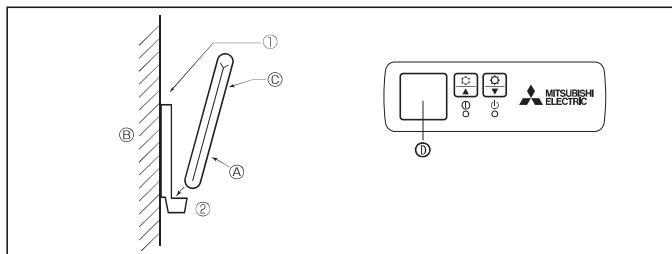

Fig. 6-5
2) วิธีติดตั้ง (Fig. 6-5)
- ① ติดไว้กับรีโมทคอนโทรลในตัวแทนที่ต้องการโดยใช้สกรูสองตัว
- ② วางปลายด้านล่างของรีโมทคอนโทรลลง